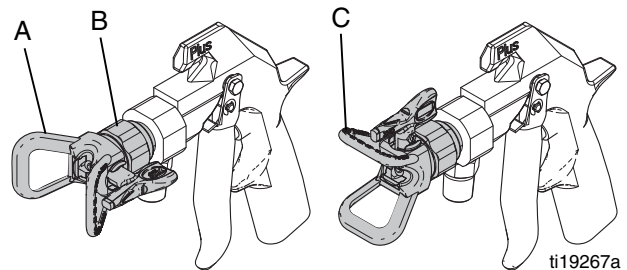

FIG. 3
1. Pour régler le sens du jet de pulvérisation, décompressez. Desserrez l'écrou de retenue (B) du garde-buse. Faites pivoter le garde-buse si nécessaire de façon à obtenir un jet vertical ou horizontal. Consultez la FIG. 3. Serrez l'écrou.